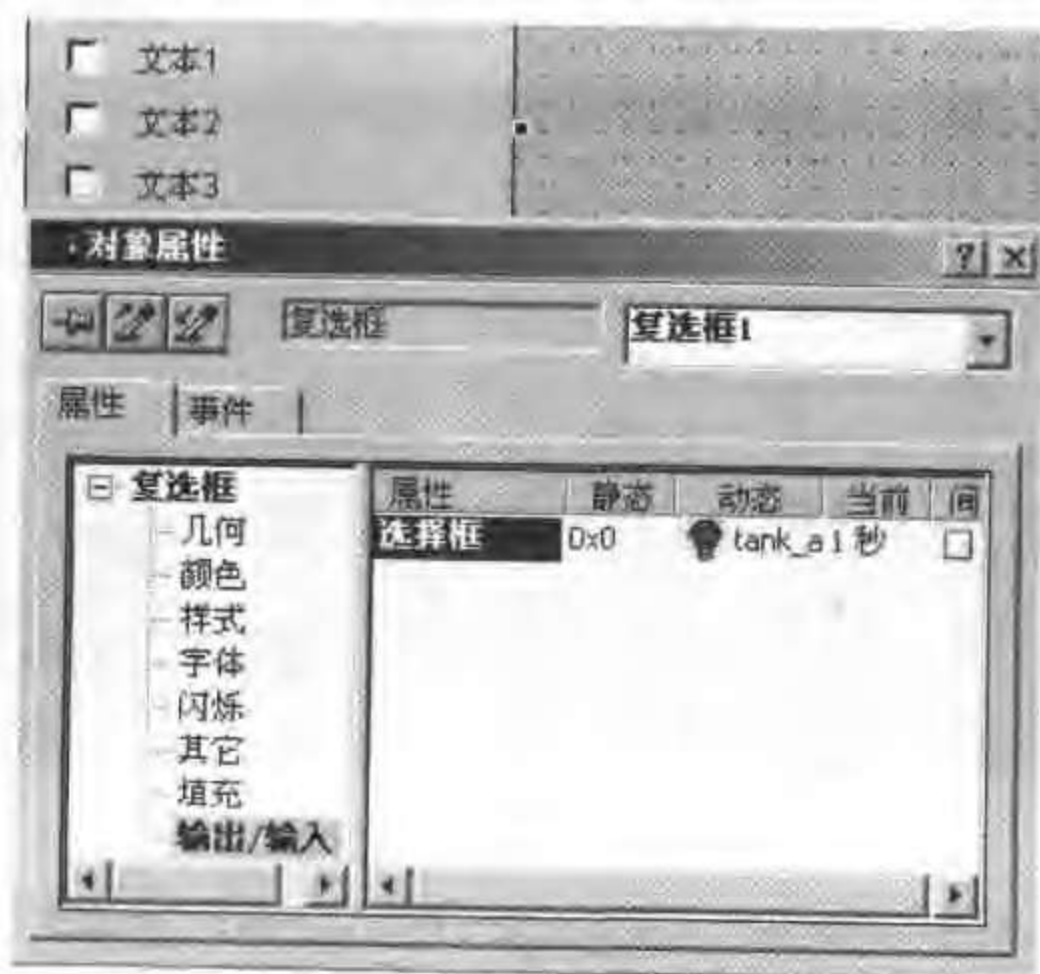

图 8-11 复选框对象的属性值
- 右击刚刚添加的“复选框 1”对象,从快捷菜单中选择“属性”菜单项,打开“对象属性”对话框,选择“属性”选项卡,选择“输出/输入”项,在右边窗口的“选择框”行上,右击“动态”列,从快捷菜单中选择“变量”菜单项,打开“变量选择”对话框,选择变量 tank\_alarm,单击“确定”按钮,关闭此对话框,如图 8-11 所示。右击“对象属性”对话框右边窗口的“当前”列,从快捷菜单中选择“500 毫秒”菜单项。